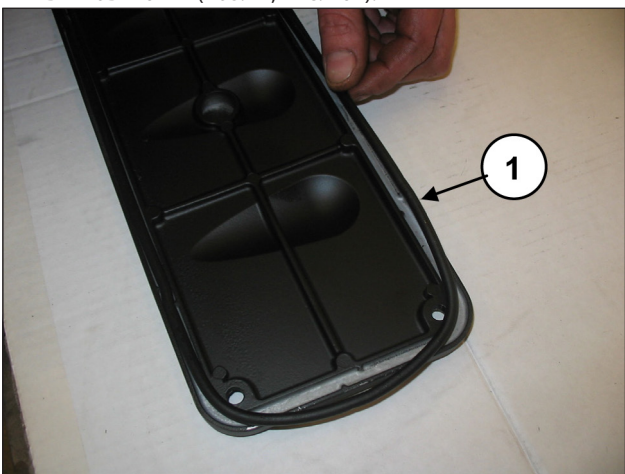
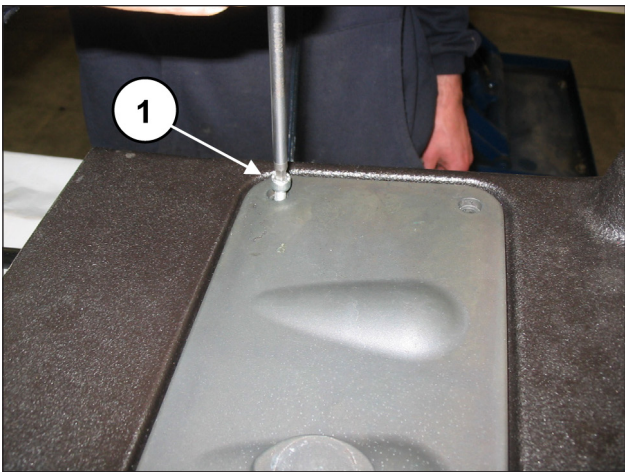

Рис. 163
Рис. 164
Вставьте в смотровые крышки уплотнительные кольца (поз. ①, Рис. 163) и установите крышки с использованием 4+4 винтов М6х14 (поз. ①, Рис. 164).